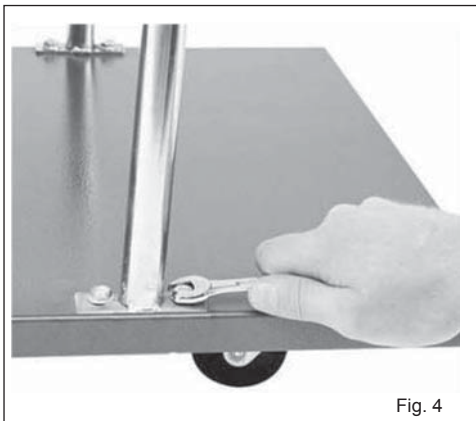

Fig. 4
3. Fixar os dois tambores na saída das condutas com as duas juntas de vedação (Fig. 4) correspondentes e ligar as barras de suporte à base. (Fig. 5).